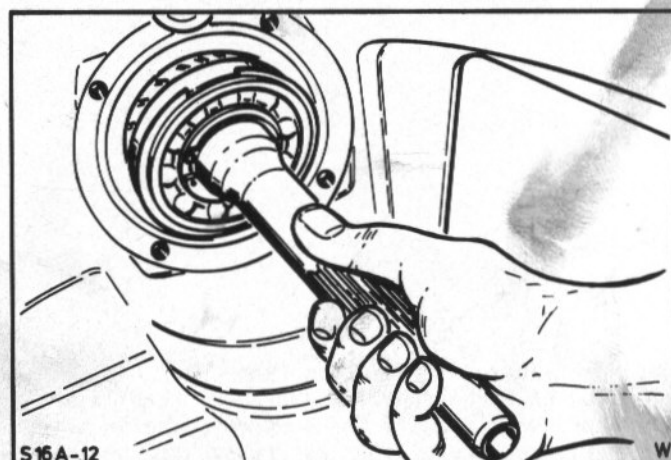

Abb.138 Antriebswelle ins Gehäuse schieben
46. Antriebswelle mit Kugellager, Nadellager und Synchronring einbauen, Abb.138. Führungshülse-Kupplungsdrucklager anschrauben.